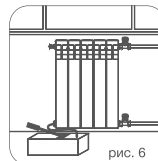

рис. 6
- 7.5. По завершению монтажных работ выполнить испытания систем отопления в соответствии с требованиями СП 73.13330.2016 «Внутренние санитарно-технические системы зданий». Гидростатическое испытание водных систем и приборов отопления должно проводиться под давлением, в 1,5 раза превышающем рабочее давление (пример рис. 6).